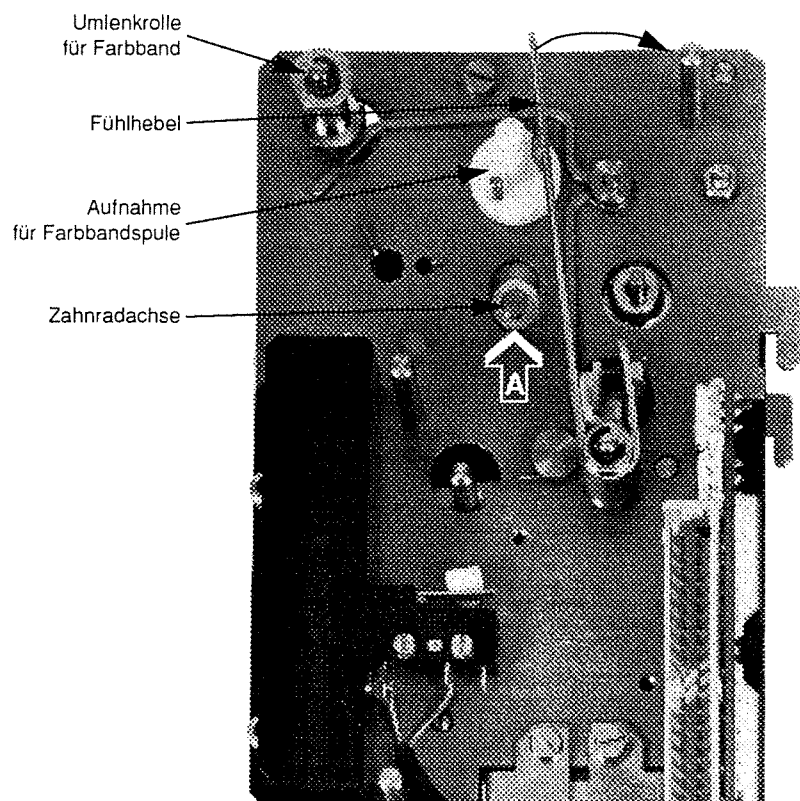

Abbildung 7/2 Entwerterwerk von rechts
- Einfädeln des Farbbandes (Wenn Sie das Farbband ein Stück von der linken Spule abziehen wollen, dann können Sie deren Blockierung lösen, indem Sie die Zahnradachse auf der rechten Seite ein wenig anheben, siehe Abbildung 7/2, Position **A**)